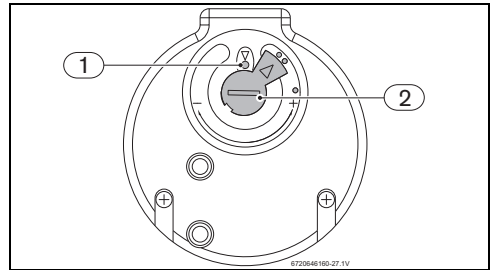

Bild 55 Temperaturregler
- ▶ Entstörknopf bis zum Anschlag eindrücken (→ Abb. 55, [1]).
Nach der Entstörung sicherstellen, dass sich der Temperaturregler in der in Abb. 55 dargestellten Position befindet. Versiegelung nicht beschädigen.